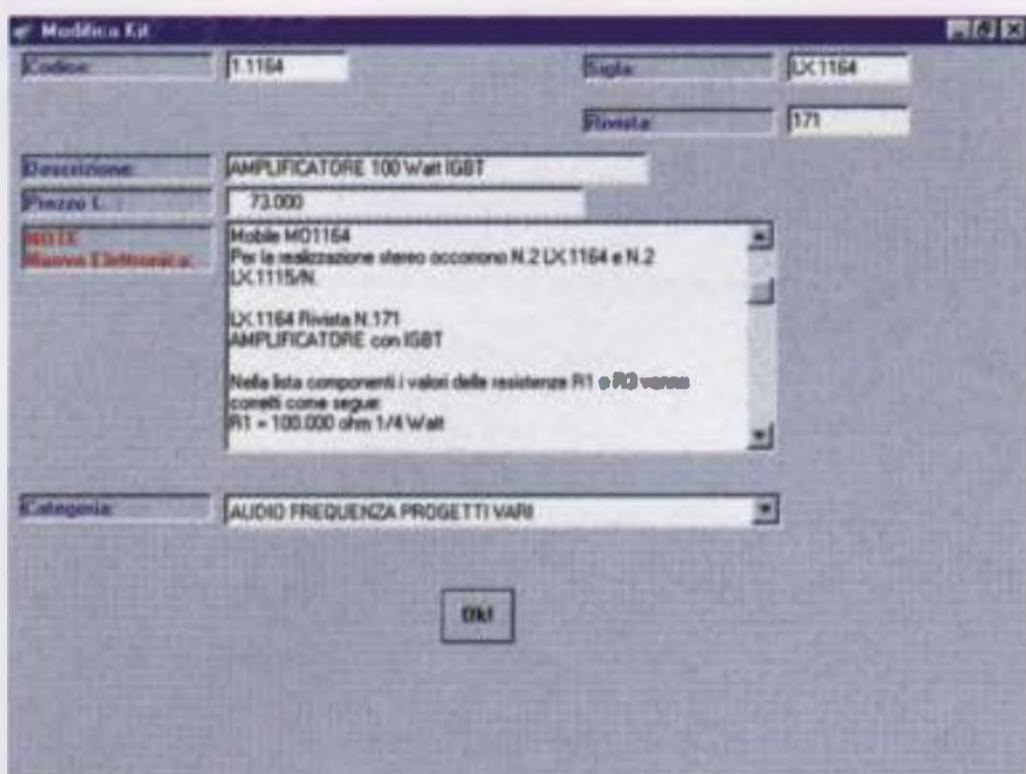

Fig.23 Tramite il comando **Modifica** dal menu **Record** potete modificare a vostro piacere la descrizione, la nota e la categoria di appartenenza del kit.
Usando l'opzione **Modifica** potete apportare delle **modifiche**, ma solo alla **descrizione**, alla **nota** o alla **categoria** (vedi fig.23).
– Selezionate un kit e richiamate l'istruzione **Modifica**, quindi dall'elenco delle categorie selezionatene una (vedi fig.23).